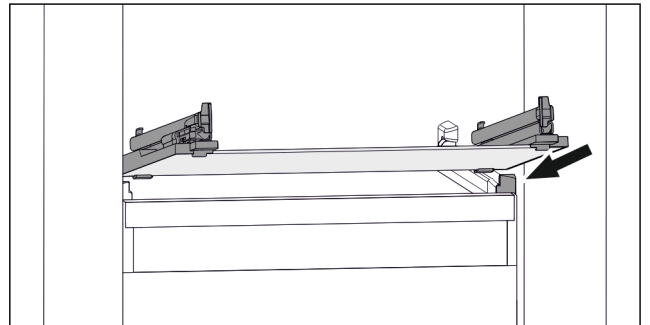

Fig. 69 Exemple de représentation de la tablette en verre
- Placer la tablette en verre, en l'inclinant, derrière les butées. (voir Fig. 69)